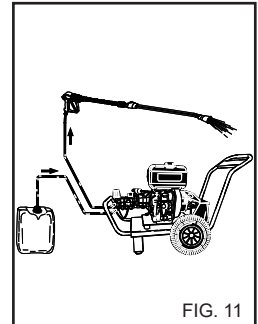

FIG. 11
1) Después del uso con detergente, aclarar el circuito de aspiración; introducir el tubo de aspiración del detergente (fig. 11) en un bidón de agua limpia y hacer funcionar la bomba durante 1 minuto con el grifo de dosificación completamente abierto y la lanza en fase de suministro de detergente.
- Cuando no utilice la hidrolimpiadora, cierre el dispositivo de seguridad de la empuñadura (fig. 11).
- 4) Después del uso con detergente, aclarar el circuito de aspiración, introducir el tubo de aspiración (fig. 11) del detergente en un bidón de agua limpia y hacer funcionar la bomba durante 1 minuto y la lanza en fase de suministro del detergente.